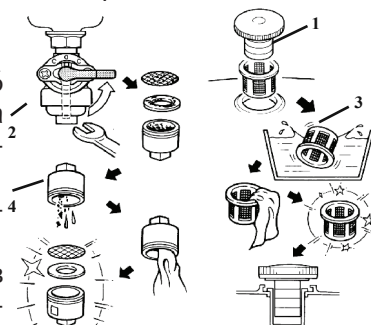

рис. 6
- открутите крышку бензобака (рис.6 поз.1) и колпачок крана подачи бензина (рис.6 поз.2), стараясь не повредить уплотнение;
- удалите загрязнения с фильтров (рис.6 поз.3 и 4) промыванием в растворителе (типа Уайт-Спирит) и продувкой;
дится снятием колпачка крана подачи топлива (рис.6 поз.2).